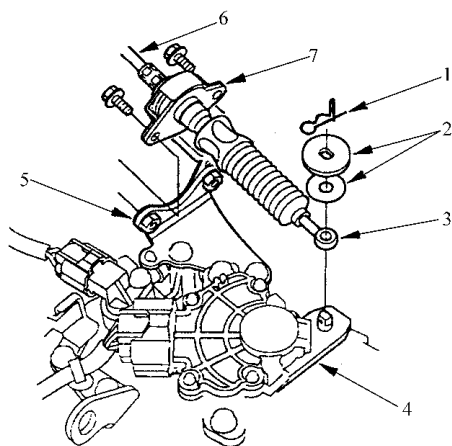

图 5-69 拆卸拉线和控制杆
8) 如图 5-69 所示, 拆卸弹簧夹和垫圈, 然后将换挡拉线端与拉控制杆分离。